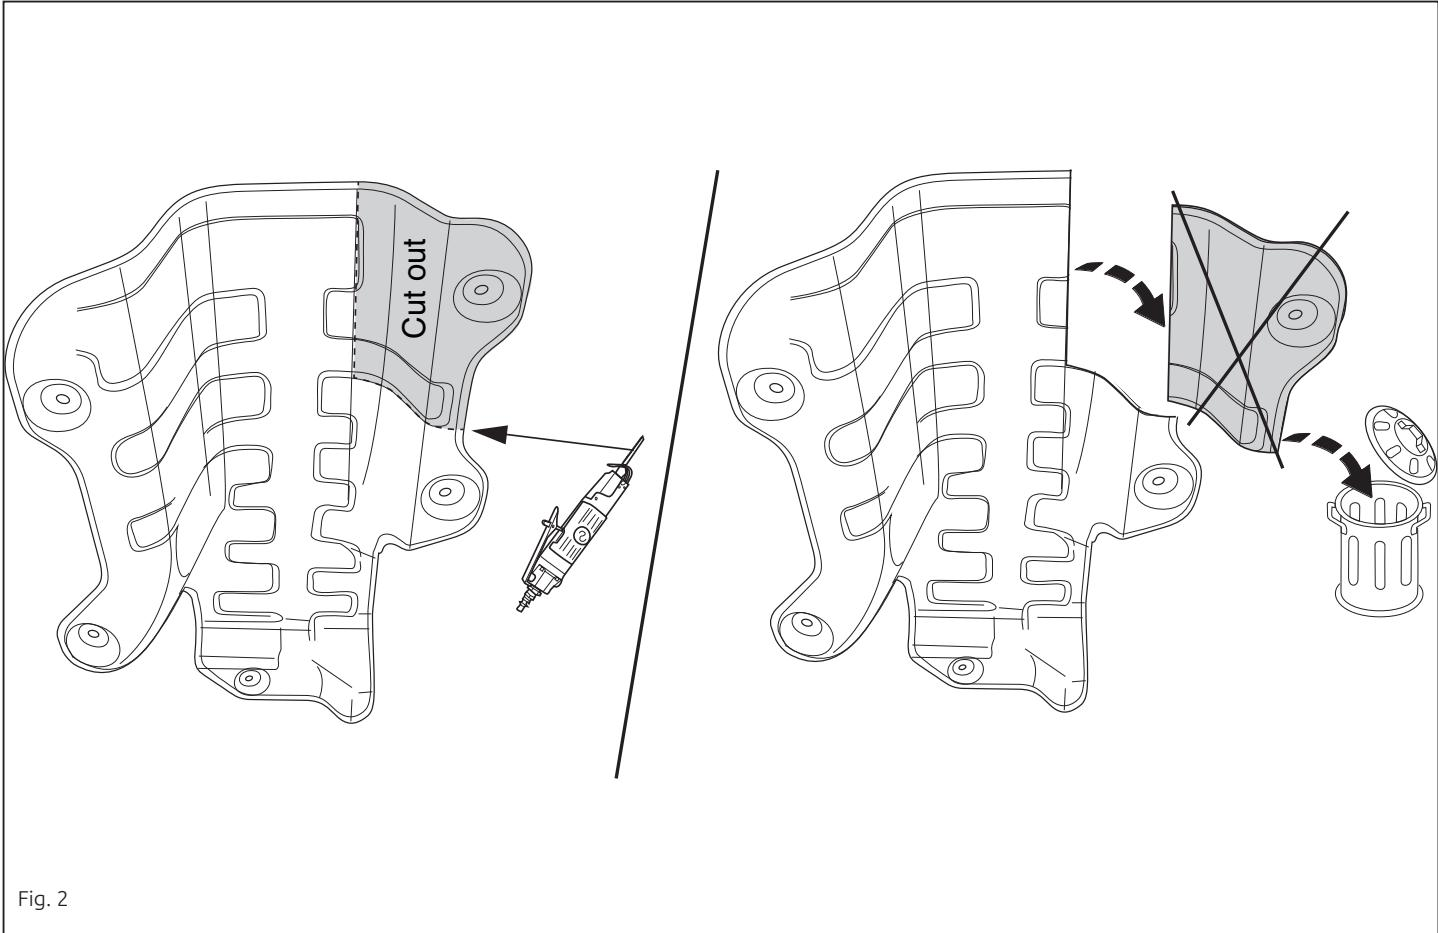

Fig. 2
- 7. Выпилить часть из теплозащитного экрана, как указано на рис. 2.